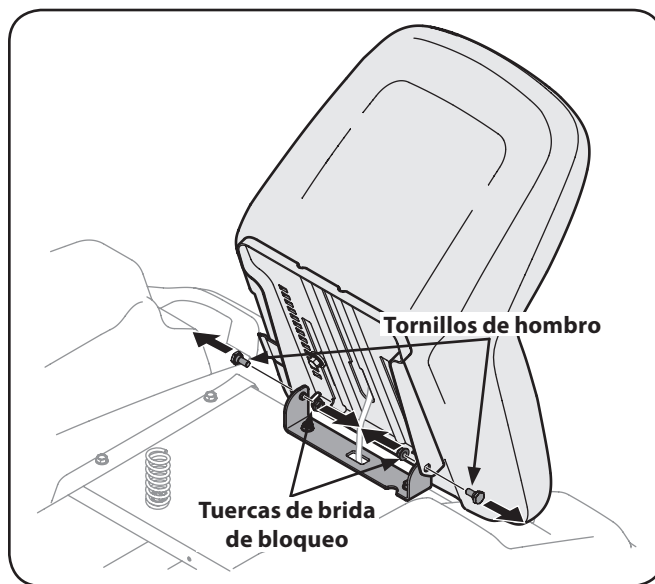

Figura 3-5
3. Gire el asiento en su posición y asegure el asiento en su lugar con los tornillos que quitó de los hombros y las tuercas de brida de bloqueo. Tenga cuidado de no doblar o dañar el mazo de cables durante la instalación del asiento. Vea la Figura 3-5.
2. Retire las tuercas de seguridad con brida de la plataforma. No extraiga las tuercas a presión ni los pernos del carro, dejarlos en su lugar facilitará la instalación del canal. Vea la Figura 3-5.